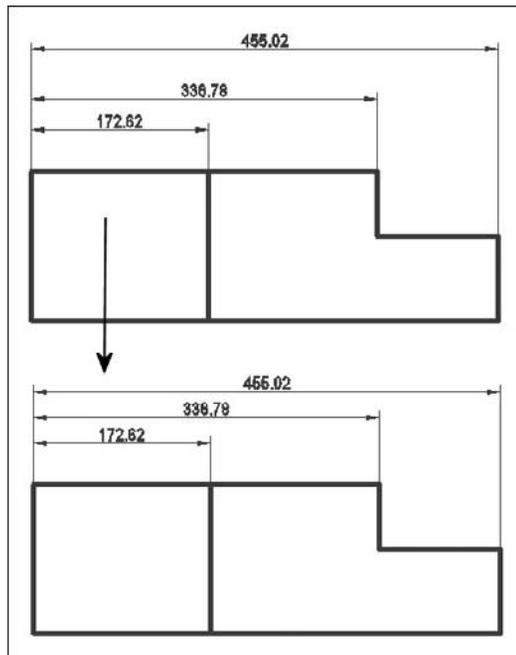

Fig.9.29
- 5] Entrer a (Auto) et appuyer sur Entrée (fig.9.29).